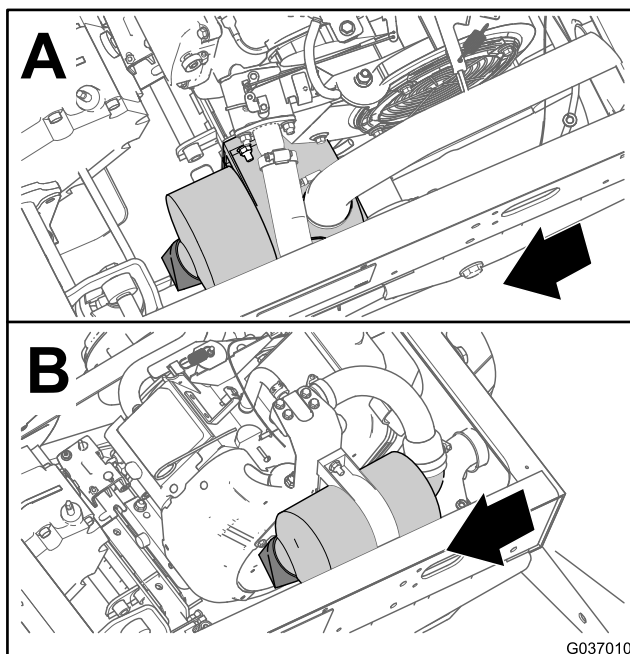
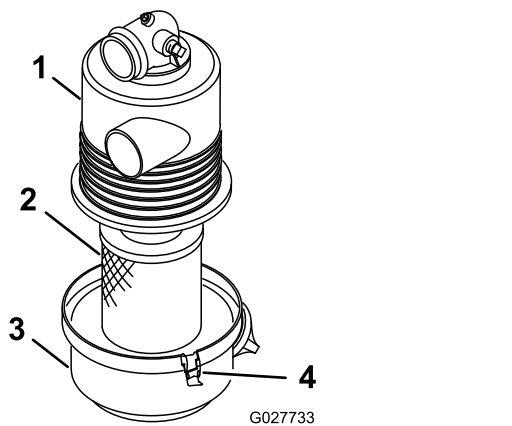

Figura 36
Figura 37
2. Verifique se existe algum dano no corpo do filtro de ar que possa provocar uma fuga de ar (Figura 36 e Figura 37).
- Liberte os trincos que fixam a cobertura do filtro de ar e a respectiva caixa (Figura 37).
- Separe a cobertura do filtro de ar da caixa e limpe o interior da cobertura (Figura 37).
- Insira o elemento do filtro de ar na caixa do filtro (Figura 37).
- Alinhe a cobertura do filtro de ar com a caixa (Figura 37).
- Prenda a cobertura à caixa com as patilhas (Figura 37).